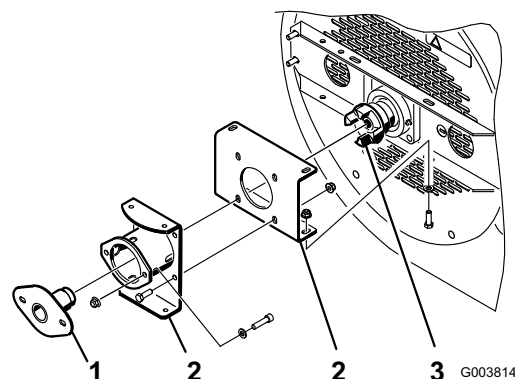
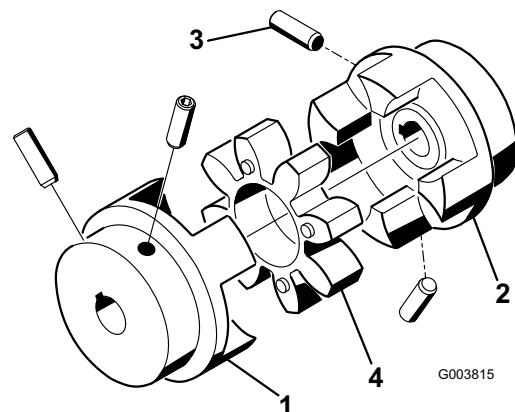

Bild 9
Bild 10
1. Stellen Sie sicher, dass die Befestigungshalterungen am Blasegerät montiert sind, die Bundschrauben und Muttern jedoch lose sind (Bild 9).
2. Setzen Sie das Werkzeug zum Ausrichten der Lager durch die Befestigungshalterungen in die Lüfterkupplung ein (Bild 9). Stellen Sie sicher, dass die Spinnenkupplung (Bild 10) nicht in der Kupplung ist.
- Die Stellschrauben, mit denen die Kupplungen des Motors und der Lüfterwelle (Bild 10) befestigt sind, müssen auf 6,5 bis 9,3 Nm angezogen werden.